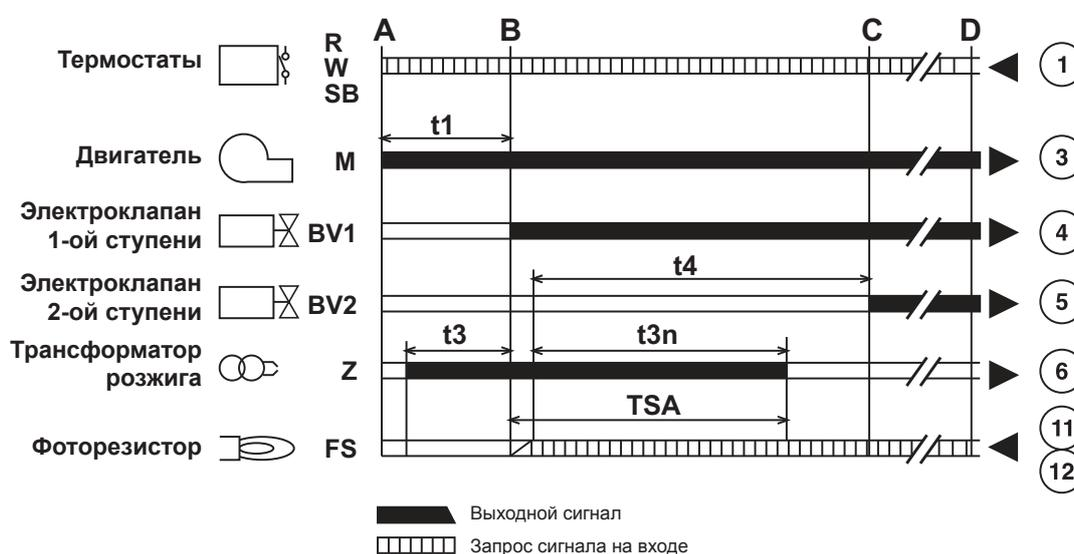

Рис. 9
- Начинается работа согласно диаграмме на рис. 9: